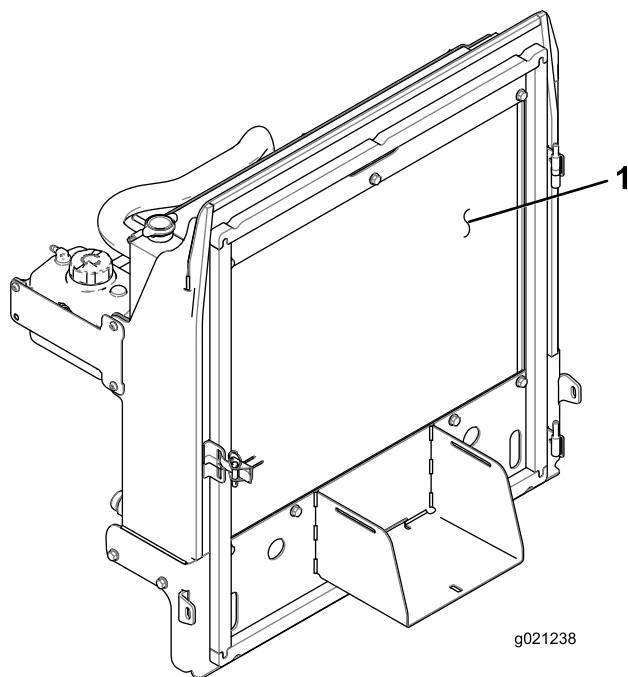

Figure 58
4. Nettoyez soigneusement les deux côtés du radiateur/refroidisseur d'huile (Figure 58) à l'air comprimé.